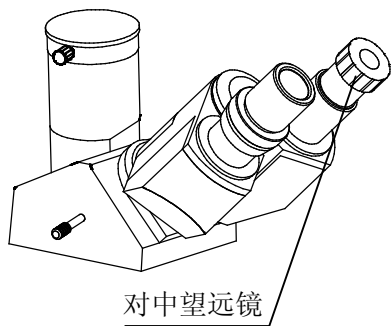

图 9
- D. 取出一只目镜，把对中望远镜插入目镜管，调节对中望远镜，使镜内的相板暗环和环形光栏亮环像清晰。(图 9)